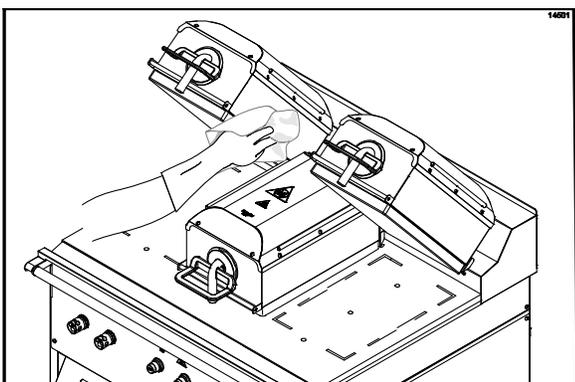

Figura 104
34. Enjuague los bordes interiores de las placas derecha e izquierda con un paño para parrillas limpio mojado con solución desinfectante. (Vea la figura 104.)